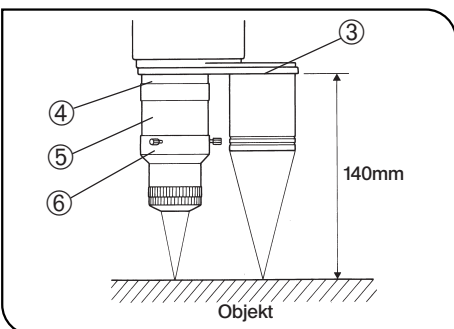

Abb. 19
© Nützlich bei Verwendung eines Abgleichobjektivs (PF) mit dem Objektivrevolver SZX-2RE ③ und dem SZX-AL20X (Abb. 19).
• Den mitgelieferten Abgleich-Korrekturring ④ durch Einschrauben an dem DFPLAPO1XPF ⑤ befestigen, dann das SZX-AL20X ⑥ anbringen (Abb. 19).